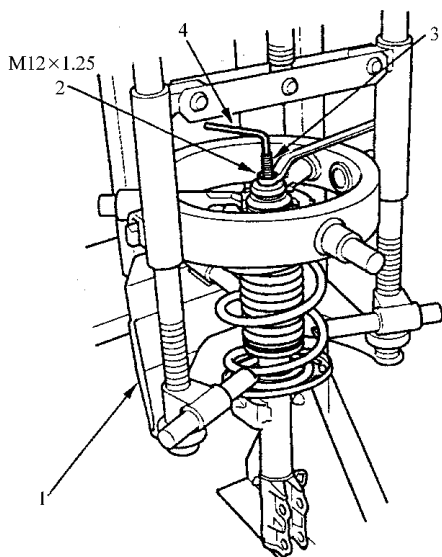

图 6-37 压缩减振器弹簧
1) 根据厂家使用说明, 用市场上可以购买到的支柱式弹簧压缩装置, 如图 6-37 所示, 将减振器弹簧压缩, 然后, 用六角扳手夹紧减振器轴, 拆卸螺母。弹簧不要压缩过度, 能拆下螺母即可。